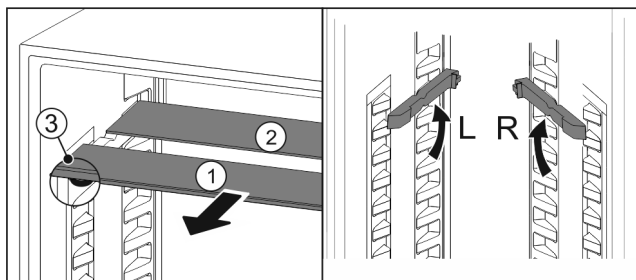

Fig. 125
- ▶ Retire las planchas de cristal individualmente hacia delante Fig. 125 (1).
- ▷ La placa de vidrio Fig. 125 (1) con moldura está situada delante.
- ▷ Los topes Fig. 125 (3) miran hacia abajo.